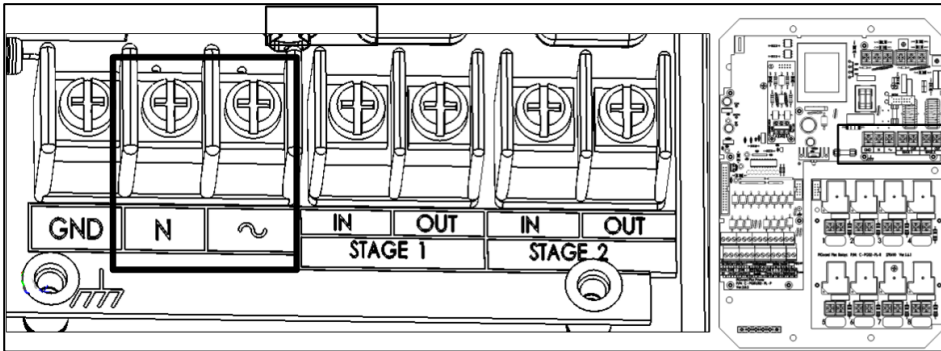

Figura 4: Puertos de voltaje de entrada
5. Usando el voltímetro, ponga las puntas en  $\sim$  y **N** (Figura 4). El voltímetro mostrará el voltaje de entrada de la Pig Guard Plus.